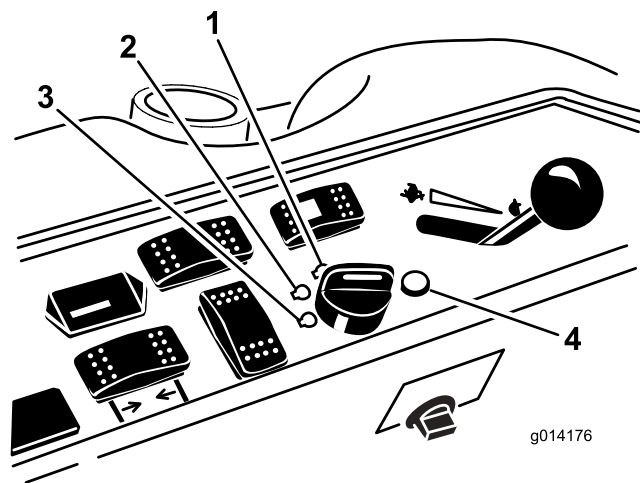

Figura 20
- Girate la chiave di accensione in senso orario, in posizione di FUNZIONAMENTO (Figura 20).